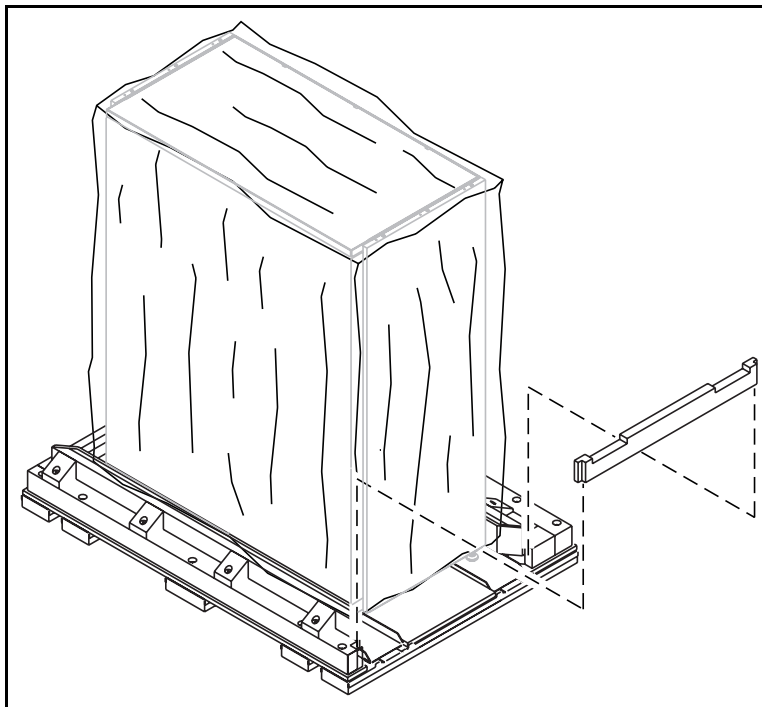

Figure 4-6. Retrait de la barre en bois
10. Sur le côté gauche de la librairie de sauvegarde sur cartouches, dégagez la barre en bois de ses supports sur la palette (voir Figure 4-6).
13. Réinsérez la barre en bois du côté gauche dans ses supports sur la palette pour maintenir en place la librairie de sauvegarde sur cartouches (voir Figure 4-6).
16. Réinsérez la barre en bois du côté droit dans ses supports sur la palette pour tenir en place la librairie de sauvegarde sur cartouches (voir Figure 4-6).